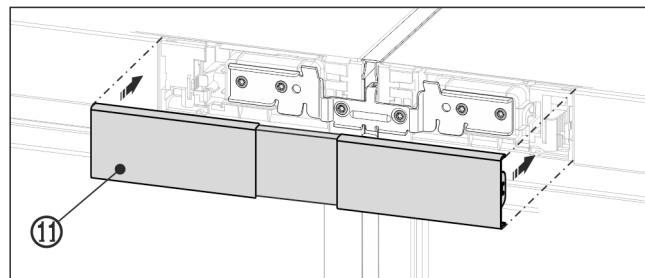

Fig. 23 Primjerni prikaz
- ▶ Gornji pokrov Fig. 23 (11) pritisnite da uskoči na mjesto preko još otvorenog međuprostora obje maske upravljačkog dijela. Pazite na to da vanjska strana pokrova bude tjesno priljubljena uz maske upravljačkog dijela.